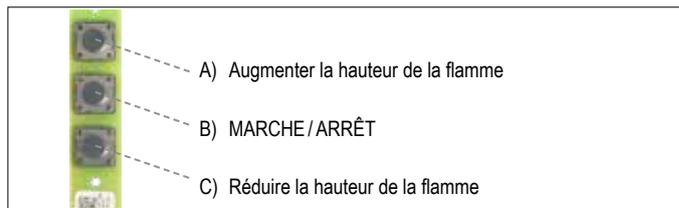

Figure 20: Panneau de commande
- Appuyer sur le bouton « B » (voir figure 20, page 12) jusqu'à ce que deux bip courts (version CE, AGA) ou un bip continu (version CSA) confirment que la séquence de début a commencé; relâcher le bouton.